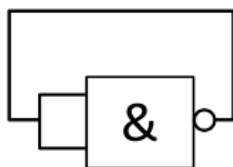

FIGURE 6 – Un oscillateur à une porte
- Réaliser le circuit de la figure 6. On verra en cours qu'il oscille nécessairement tout seul. Il n'y a donc pas de GBF dans ce montage !